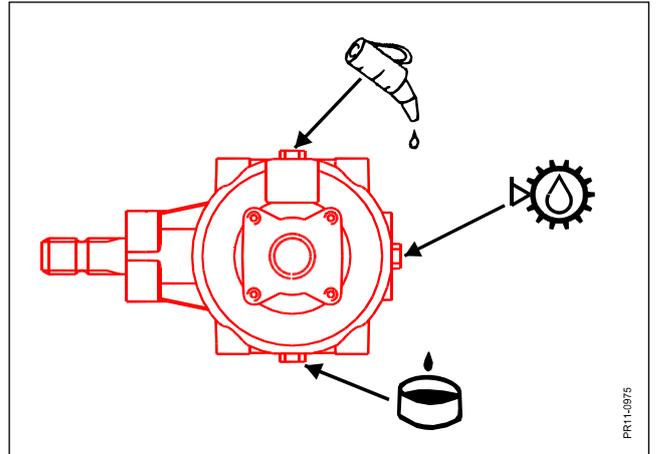

Fig. 4-6
- Fig. 4-6** Olio contenuto:  **540 rpm = 1.1 l**